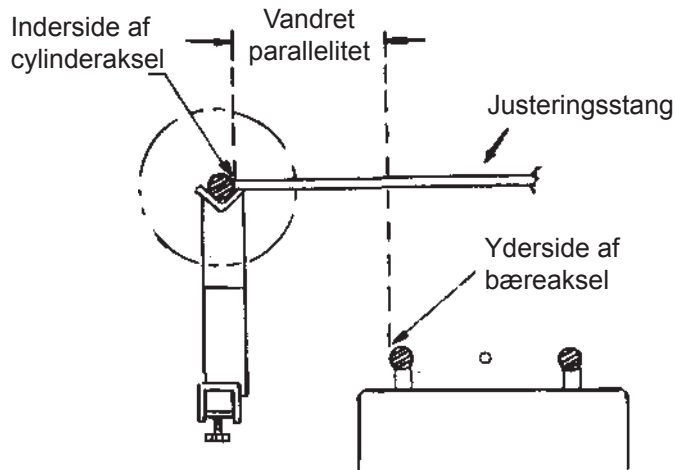

Fig. 50
- E. Flyt justeringsmåleren til venstre side af cylinderen, og træk indikatorstangen forsigtigt tilbage, så den ikke beskadiges, eller indstillingen ændres. Indstil indikatorstangen i samme position på cylinderen som i den anden side, dvs. 1" fra enden og centreret på akslen. Se fig. 50. Aflæs nu indikatoren for at bestemme den afstand, som cylinderen er ude af position.